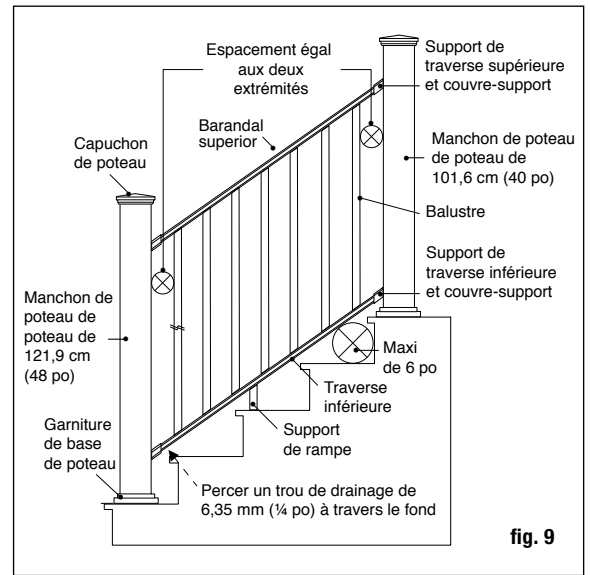
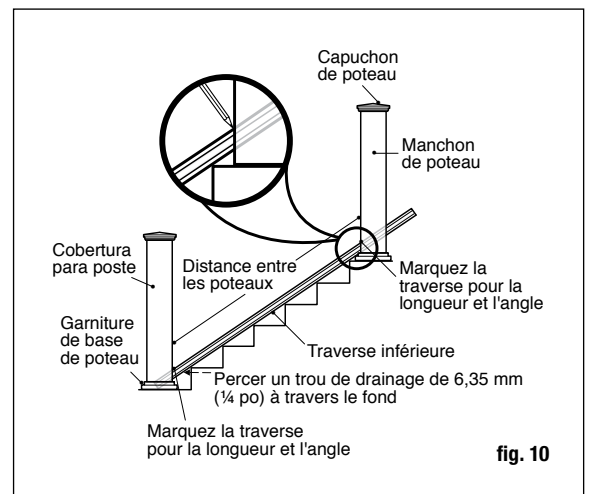

fig. 9
fig. 10
**Étape 6** Mesurez la distance entre les manchons de poteaux installés pour déterminer la longueur des traverses du haut et du bas. Placez la traverse inférieure sur les giron, près des poteaux et ajustez afin que la distance entre le premier trou de balustre et le poteau soit plus élevée qu'au moins 7 cm (2-3/4 po), puis égale aux deux extrémités (fig. 9). Marquez la traverse à la bonne longueur et angle. Coupez la traverse du bas. Coupez la traverse du haut à la même longueur et le même angle (fig. 10). **Percer un trou de drainage de 6,35 mm (1/4 po) à travers le fond de la traverse pour éviter que l'eau ne soit coincée. Placer le trou vers l'extrémité inférieure de la traverse, à environ 38,1 mm (1,5 po) de l'extrémité de la traverse pour éviter le support inférieur.**
**Étape 7** Placez les bons couvre-supports et support de traverse aux extrémités de la traverse supérieure. Portez une attention particulière aux supports utilisés, sachant qu'ils ont des angles différents entre les traverses du haut et du bas. Marquez la position sur le support de traverse et joignez à la rampe inférieure. Placez la traverse inférieure entre les poteaux des giron de l'escalier (fig. 10). Vous pourriez devoir placer des cales entre deux nez de marche afin de surélever la traverse du bas. Vérifiez les exigences dans votre région. Généralement, une sphère de 15 cm (6 po) ne peut pas passer par le triangle formé par la traverse du bas, le giron et la contremarche (fig. 9). Centrez le support d'escalier sur le poteau. En utilisant le support d'escalier comme guide, marquez la position des vis sur le manchon de poteau et sur les deux extrémités de la traverse. Percez des trous de guidage de 0,3 cm (1/8 po) dans le manchon de poteau et la traverse. Fixez le support d'escalier au manchon de poteau grâce à quatre vis à tête plane n° 8-15 x 5 cm (2 po) - n° 2, puis fixez le support d'escalier à la traverse en utilisant deux vis à minces à têtes carrées autotaraudeuses n° 8-16 x 1,9 cm (3/4 po) - n° 1.